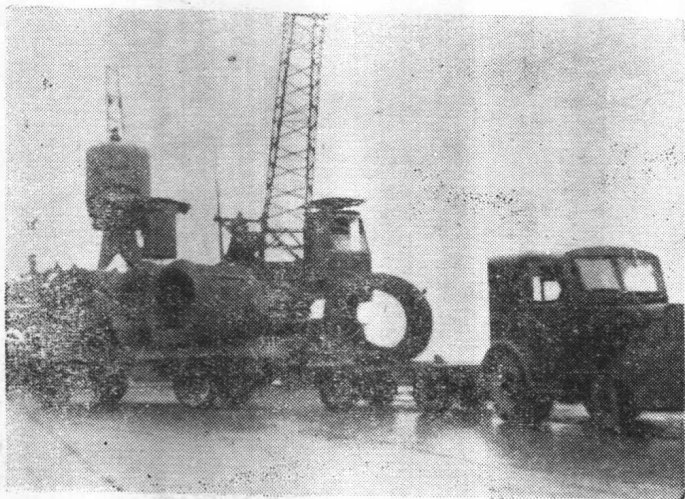
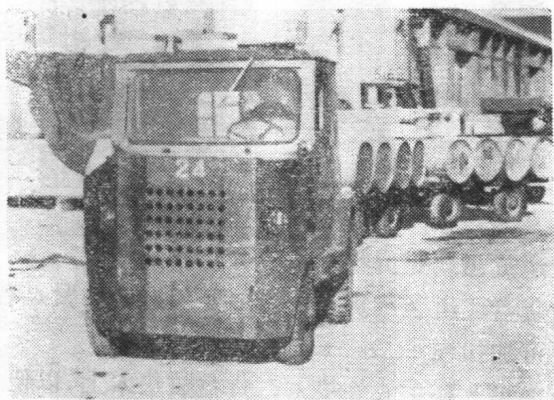

图 7
图 8
(1) 圆形货物容易滚动跌落，故货物两边须用木块塞牢，不使滚动(图7)。
(2) 行驶时，起动、换档、停车必须平稳。
(3) 遇高低不平的道路，应减低车速或绕道行驶(图8)。
(4) 下坡行驶须挂低速档，切勿滑行冲下，以免发生紧急情况时措手不及。